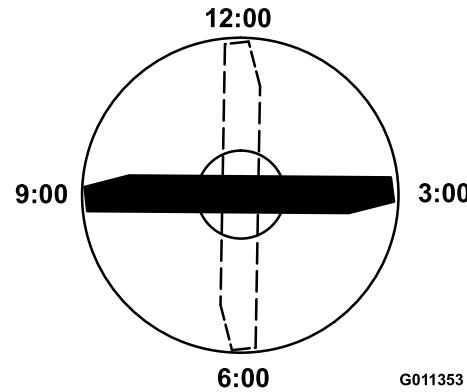

Figura 93
4. Coloque el filo de corte del extremo marcado de la cuchilla en la posición de las 12 (hacia adelante, en el sentido de la siega) (Figura 93) y mida la altura desde la mesa hasta el filo de corte de la cuchilla.
5. Gire el extremo marcado de la cuchilla a las posiciones de las 3 y de las 9 (Figura 93) y mida las alturas.